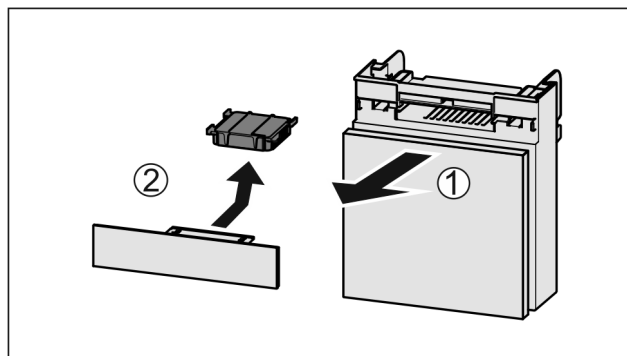

Fig. 168
- ▶ Ištraukite Fig. 168 (1) stalčių į priekį.
- ▶ Išimkite Fig. 168 (2) aktyviosios anglies filtrą.